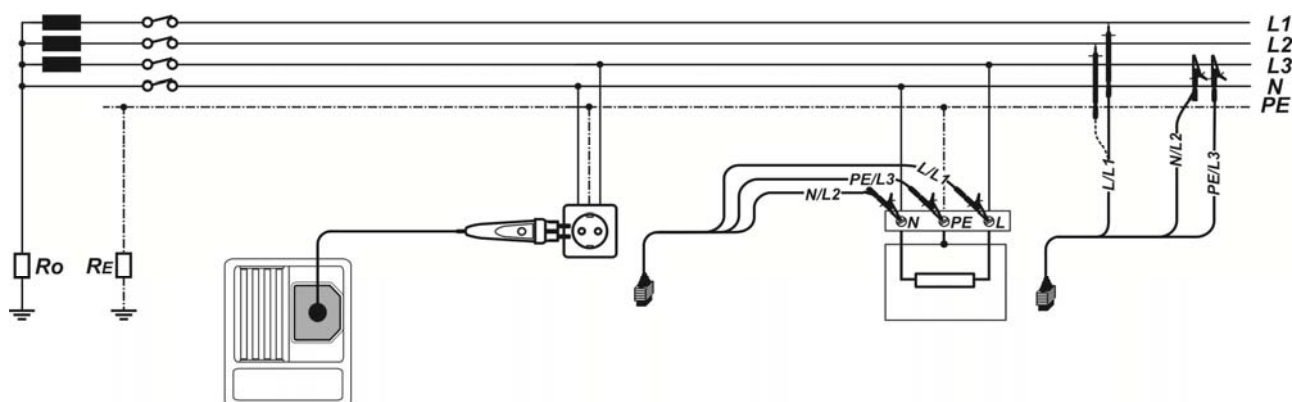

Abbildung 5.28: Leitungsimpedanzmessung Phase-Neutralleiter oder Phase-Phase – Anschluss des Commander-Prüfsteckers und der Dreileiter-Prüfleitung
- ❑ **Schließen** Sie die Prüfleitungen an den Prüfling **an** (siehe Abbildung 5.28).